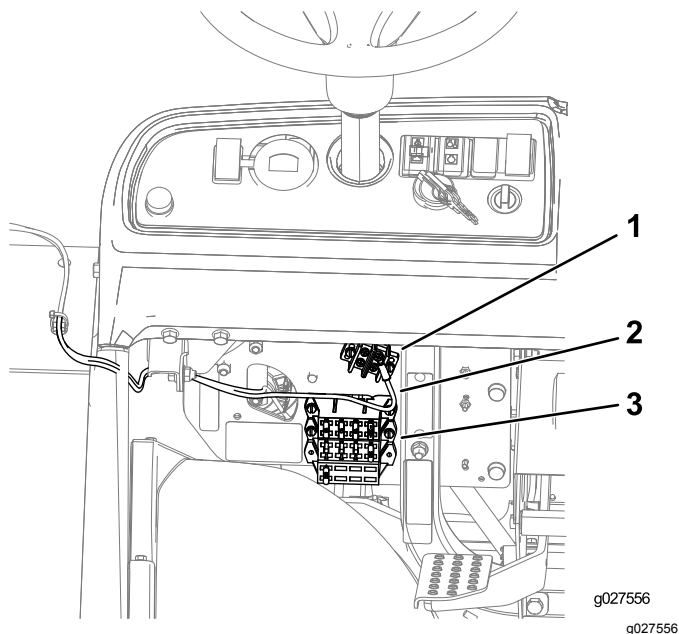

図 13
2. ワークマン MD/MDX/MDXD: ハーネスのリング端子をアースブロックに接続し、ヒューズブロックのコネクタを空いているヒューズブロック用のコネクタに接続する 図 13。